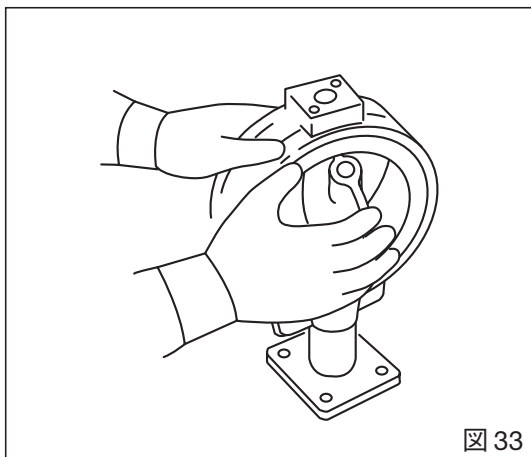

図 33
5. 弁体の挿入：弁体にシリコンオイルを塗布し、軸穴を確認しながら、シートリング内に挿入します。(図33)